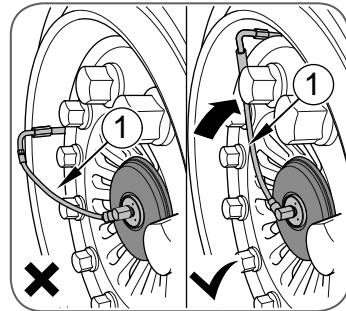

Abb. 6 - Verbindungsleitung montieren
1. Die Verbindungsleitung ► *Abb. 6* zuerst am Ventil des Reifens befestigen – ggf. eine Ventilverlängerung verwenden, oder Ventil ändern.